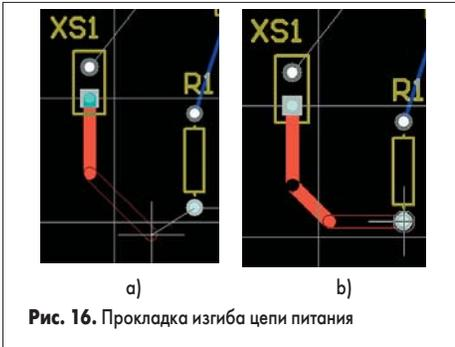

Рис. 16. Прокладка изгиба цепи питания
- Последовательным нажатием клавиш SHIFT+Spacebar и Spacebar включим режим рисования проводников под углом 45°, как показано на рис. 16а.
- Сдвинем указатель мыши как показано на рис. 16а и выполним щелчок левой кнопкой мыши, чем зафиксируем первый сегмент проводника.
- Еще раз щелкнем левой кнопкой мыши, чем зафиксируем горизонтальный сегмент (рис. 16б).